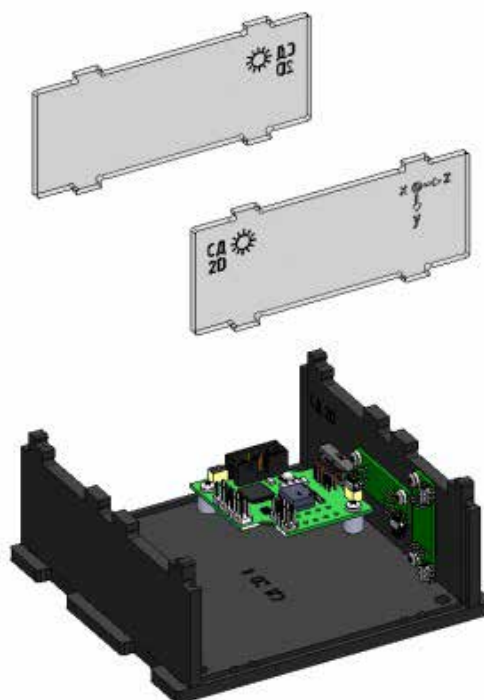

Рисунок 79. Крепление прозрачных панелей
8) Закрепить четыре прозрачные панели на нижнем основании. Для этого каждую панель провести по направляющим в стенках до основания и защелкнуть. Соблюдать расположение и ориентацию прозрачной панели с осями как на рисунке ниже (рисунок 79):